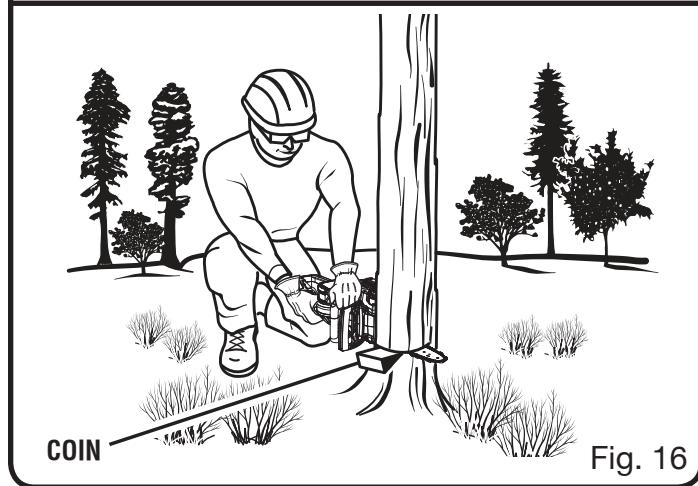

Fig. 16
- Sur les arbres de grand diamètre, arrêter le trait d'abattage avant qu'il ne soit assez profond pour causer la chute de l'arbre ou son affaissement sur la souche. Ensuite, insérer des coins en bois ou en plastique dans le trait, de façon à ce qu'ils ne touchent pas la chaîne. Les coins peuvent être enfouis petit à petit pour faire levier sur l'arbre. *Voir la figure 16.*